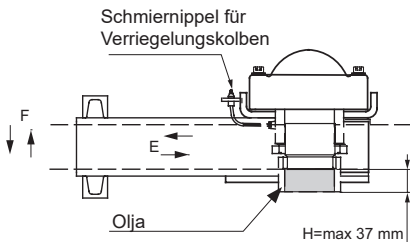

Abb. 8
- Sicherstellen, dass der Verriegelungskolben des Luftzylinders bei jeder möglichen Längeneinstellung in die Verriegelungsposition geht. In der verriegelten Position muss Abmessung H (gemäß Abb. 8) max. 37 mm betragen.
- Jede Woche an den gekennzeichneten Schmierpunkten gemäß Abb. 8 schmieren. Die Schmierung erfolgt bei angehobenem Verriegelungskolben.
Vertikalspiel vorderer/hinterer Teil (Abb. 8)	F*